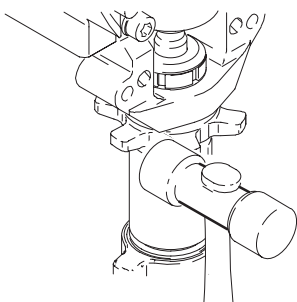

Fig. 19
4. Fig. 19. Afloje la contratuerca golpeándola firmemente con un martillo de plástico. Desenrosque la bomba.